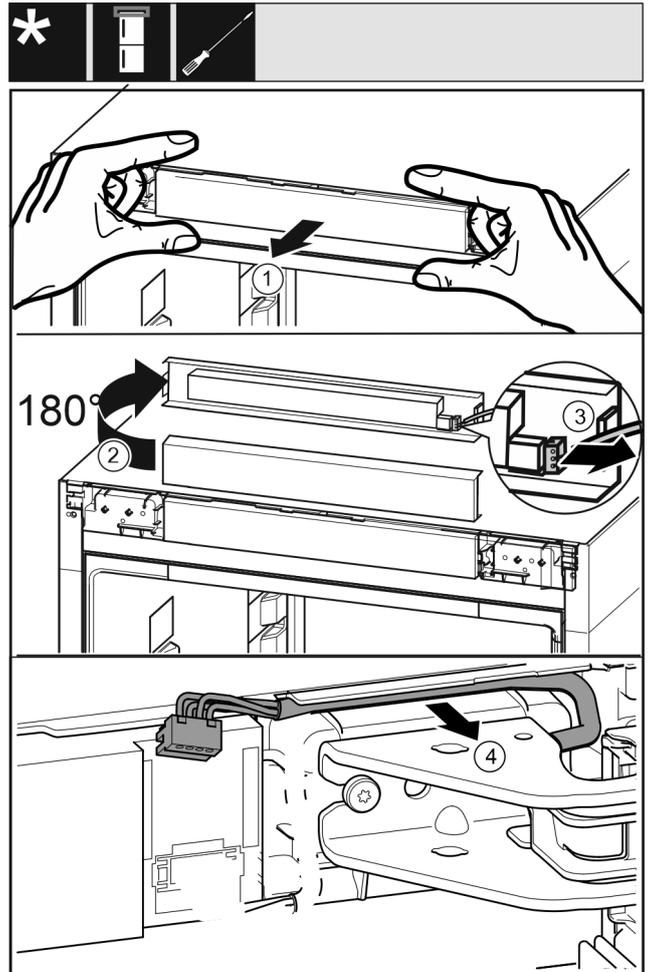

Fig. 17
- Afloje con cuidado el panel de control del dispositivo hacia delante. Fig. 17 (1)
- Gire el panel de control 180° hacia arriba. Fig. 17 (2)
- Empuje el gancho de retención hacia atrás y extraiga con cuidado el conector. Fig. 17 (3)
- Suelte cuidadosamente el cable de la guía por el soporte de cojinete. Fig. 17 (4)